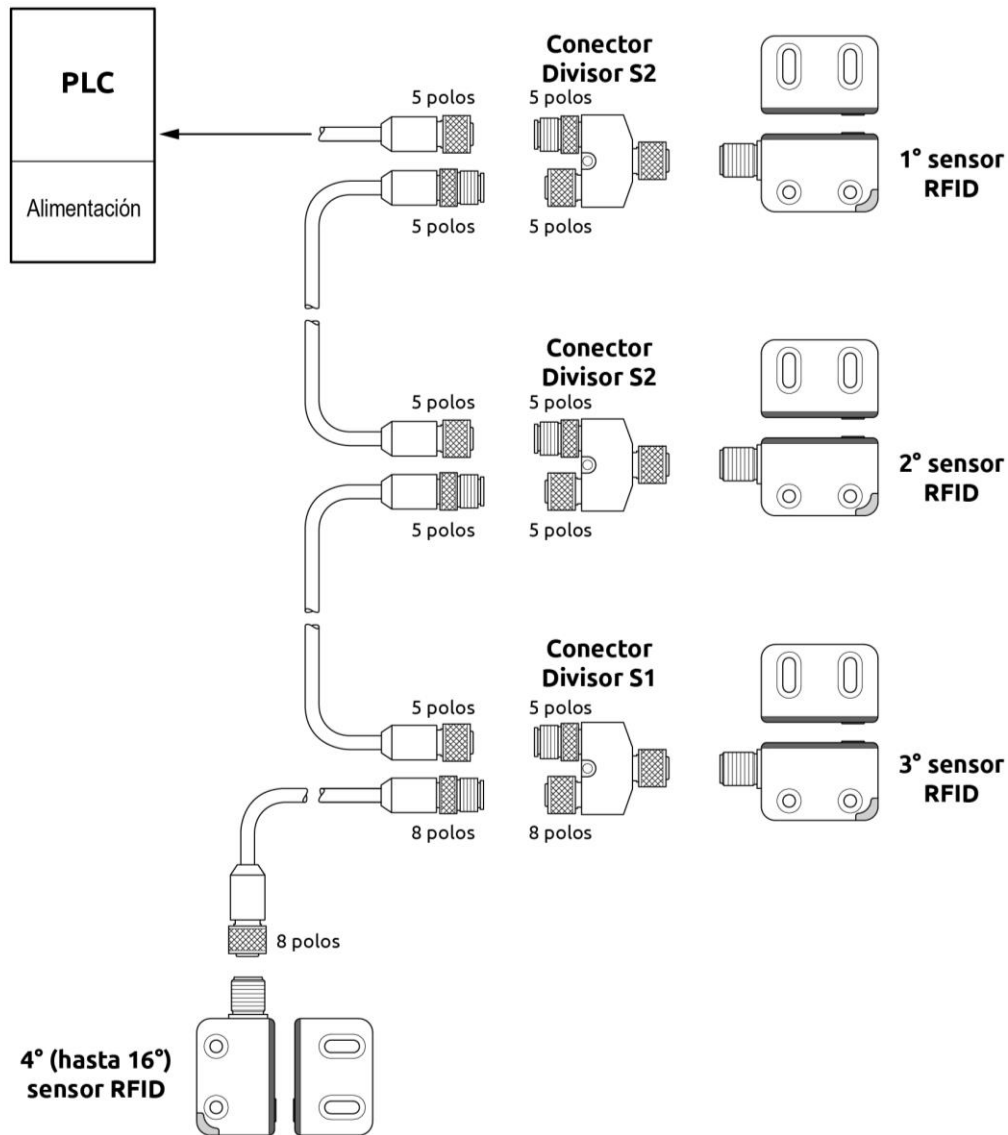
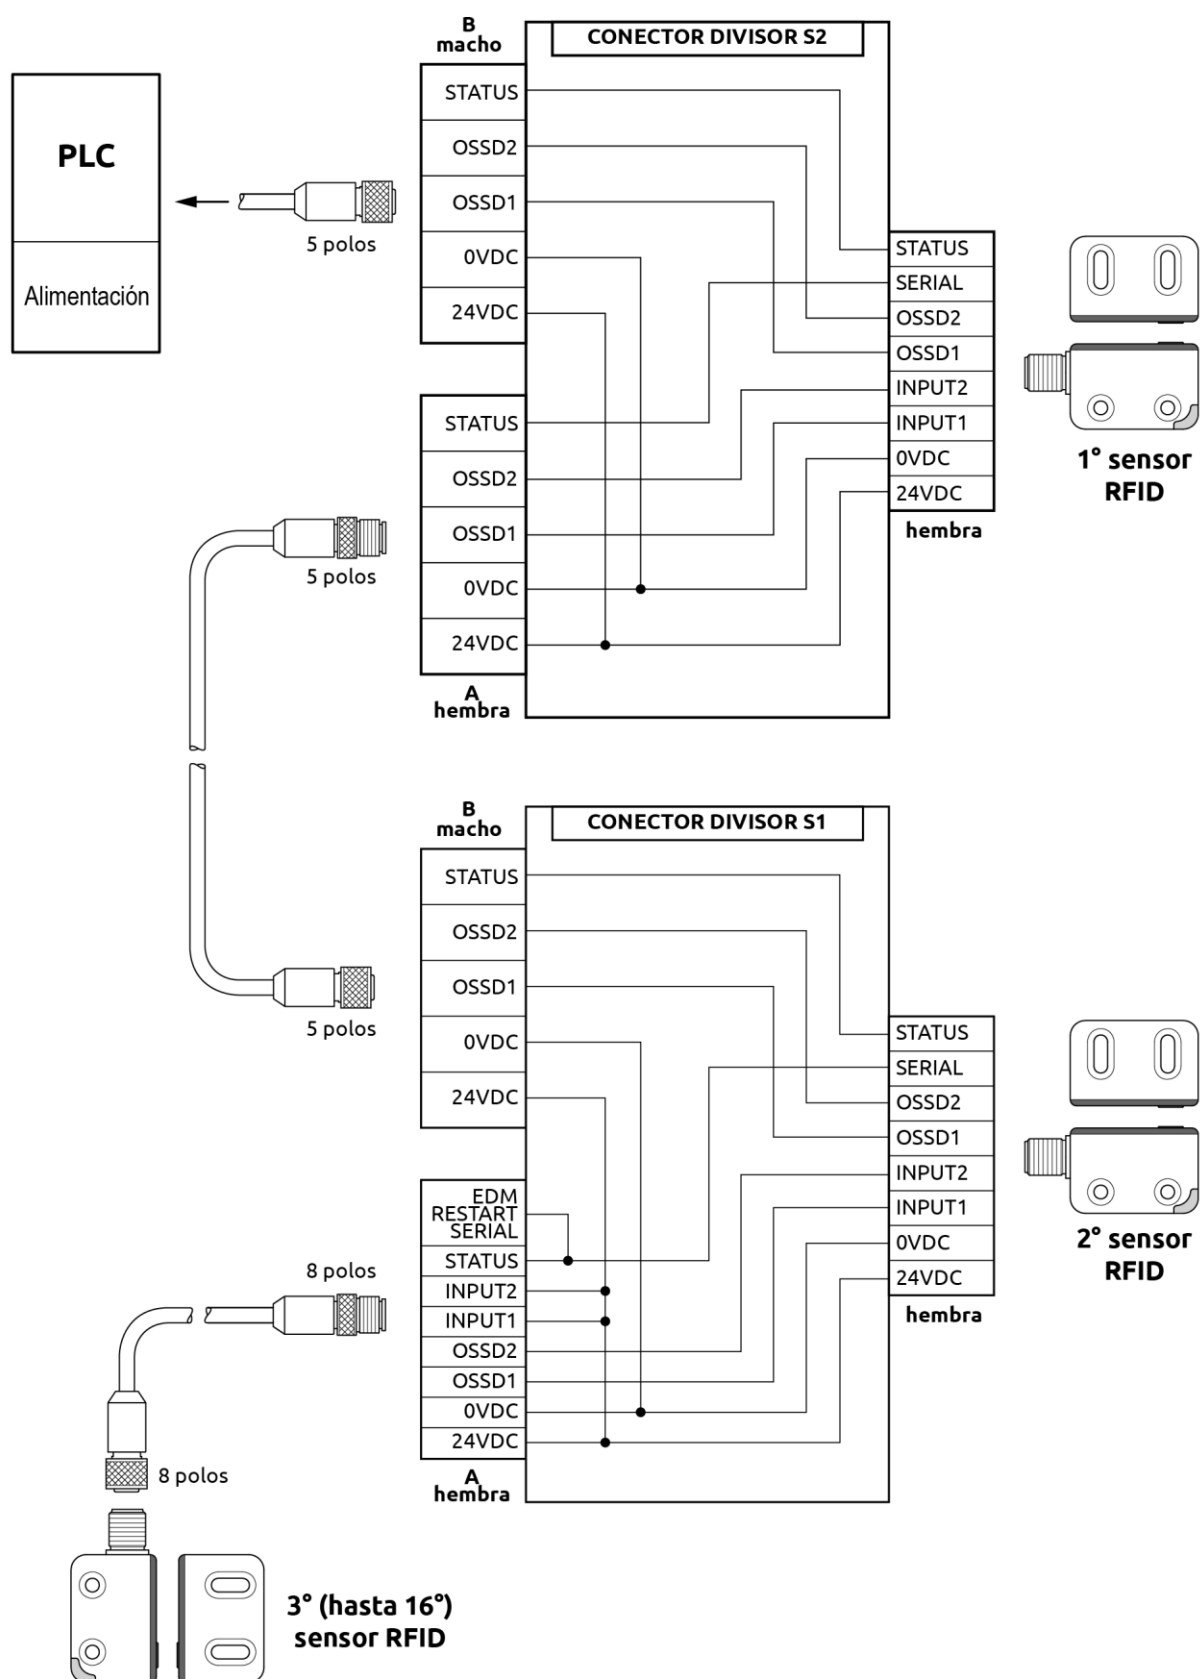

Figura 29 - Modo en serie (Automático)
Figura 30 - Cableado en modo en serie (Automático)
- ➔ Para una conexión más rápida y segura, ReeR recomienda el uso de conectores divisores ("Splitter"), como se muestra en la Figura 29 y la Figura 30.